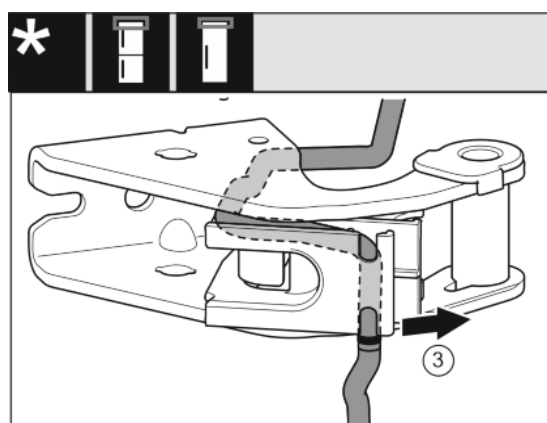

Fig. 22
- ▶ Kabel aus der Führung lösen. Fig. 22 (3)